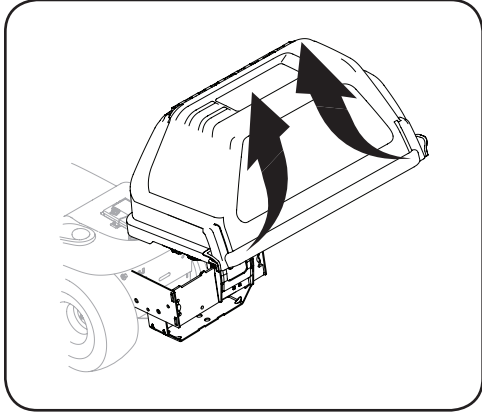

Figura 4-14
- Abra la cubierta de la embolsadora oprimiendo las lengüetas y levantando la cubierta de la embolsadora superior. Consulte la Figura 4-14.